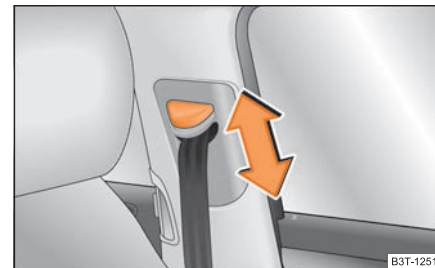

Fig. 167 Siège avant : Réglage de la hauteur des ceintures
- Poussez la ferrure d'inversion dans la direction souhaitée vers le haut ou vers le bas ⇒ page 173, fig. 167.